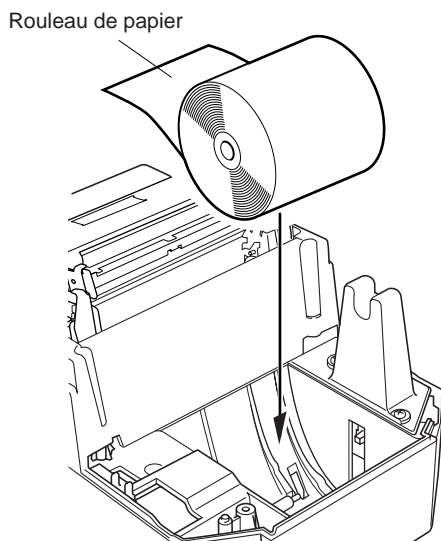

Fig. 6-13 Chargement du papier
- ② Coupez l'extrémité du papier perpendiculairement.
- ③ Vérifiez si l'imprimante est bien sous tension.
- ④ En faisant attention au sens du rouleau, mettez le rouleau de papier en place dans le creux, comme indiqué dans la figure 6-13.